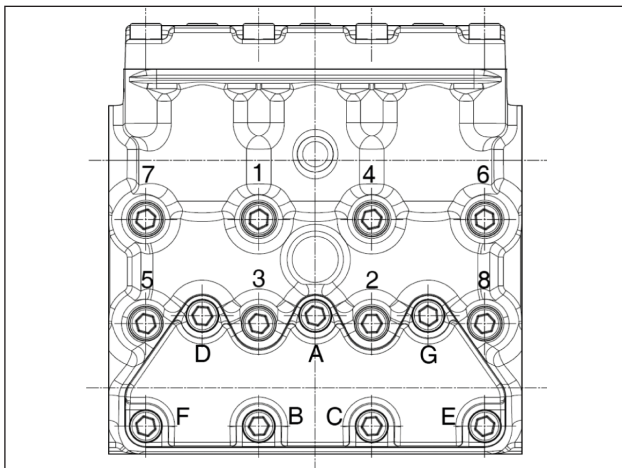

Abb. 24
- ** Die Befestigungsschrauben des Kopfes, Pos. 39 (65-KFR) der Explosionszeichnung, müssen mit einem Drehmomentschlüssel bei Schmierung des Gewindeschäfts in der vorgegebenen Reihenfolge festgezogen werden, siehe Schema in Abb. 24.
- *** Die Befestigungsschrauben der Ventildeckel, Pos. 40 (61-KFR) der Explosionszeichnung, müssen mit einem Drehmomentschlüssel bei Schmierung des Gewindeschäfts in der vorgegebenen Reihenfolge festgezogen werden, siehe Schema in Abb. 24.